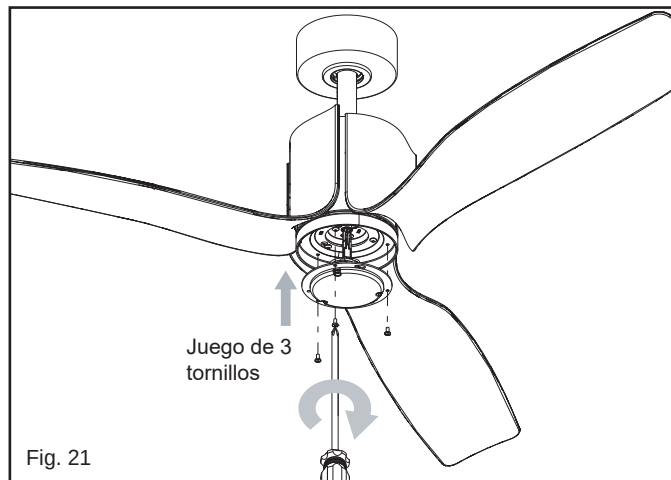

Fig. 21
- 3 Alinee los orificios para tornillos del conjunto LED con los de la placa de iluminación. Apriete los cuatro tornillos. (Fig. 21)